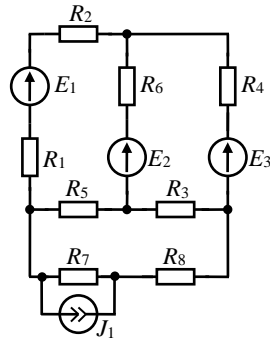

Рис. 1. Схема цепи
Задача 1. Для заданной электрической цепи (рис. 1) по заданным значениям сопротивлений, источников ЭДС и источников тока выполнить:
1. Для электрической цепи, схема которой изображена на рис. 1, составить систему уравнений по первому и второму законам Кирхгофа, необходимых для определения токов во всех ветвях.
2. Для электрической цепи (см. рис. 1) определить токи во всех ветвях цепи методом контурных токов. Данные для расчета: $E_1=55\text{В}$, $E_2=25\text{В}$, $E_3=4\text{В}$, $J_1=1\text{А}$, $R_1=8\text{Ом}$, $R_2=4\text{Ом}$, $R_3=4\text{Ом}$, $R_4=12\text{Ом}$, $R_5=4\text{Ом}$, $R_6=10\text{Ом}$, $R_7=3\text{Ом}$, $R_8=10\text{Ом}$.